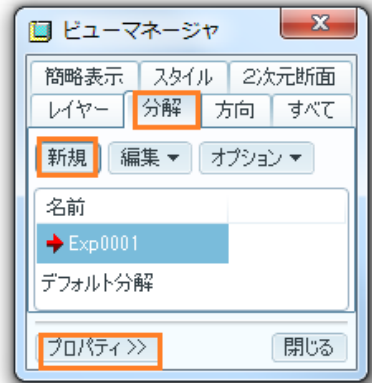

図 9-10 新規分解図
- 次にビュー マネージャの「分解」タブをクリックし、「新規」ボタンを押す。名前としてデフォルトの「Exp0001」を用いそのままリターンを押す。次に「プロパティ」ボタンをクリックする(図 9-10)。